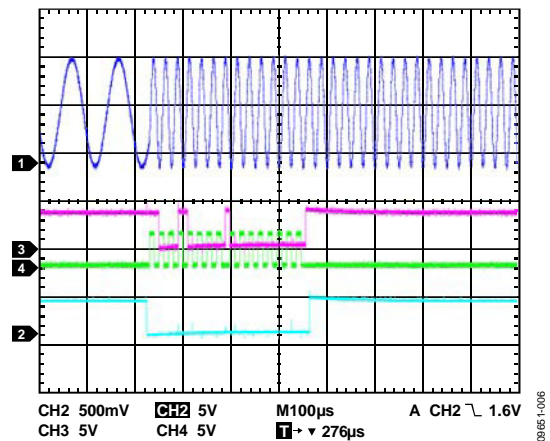

图6. 将FREQ1输出从10 kHz改为40 kHz
- 0x9000—通过数据同步锁存到输出。此时, 使用命令位[1:0]再次将C15和C14的SELSRC位置1。该器件只需一个FSYNC下降沿即可进行数据锁存(见图6)。